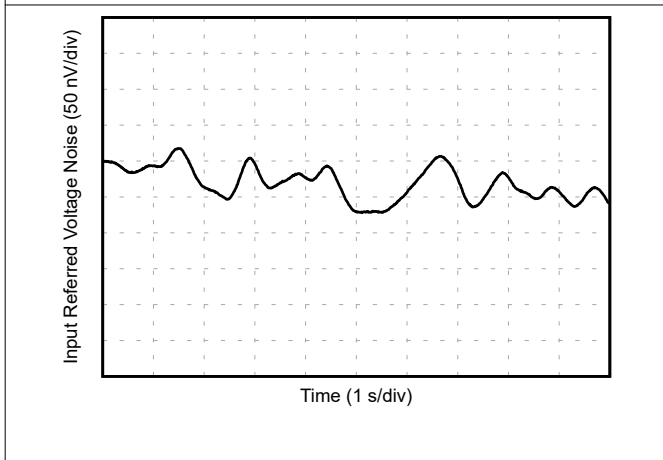

Figure 6-23. 0.1-Hz To 10-Hz Noise
0.1-Hz To 10-Hz Noise	<a href="#">Figure 6-23</a>